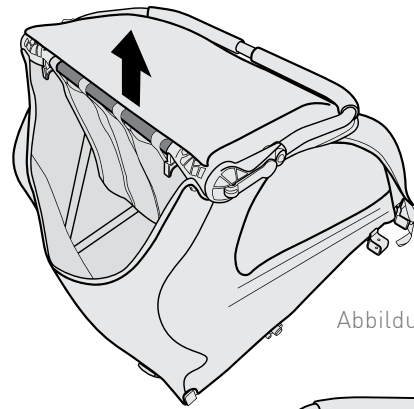

Abbildung 1
1. Heben Sie den oberen Rahmen an der Rückseite hoch (Abbildung 1).